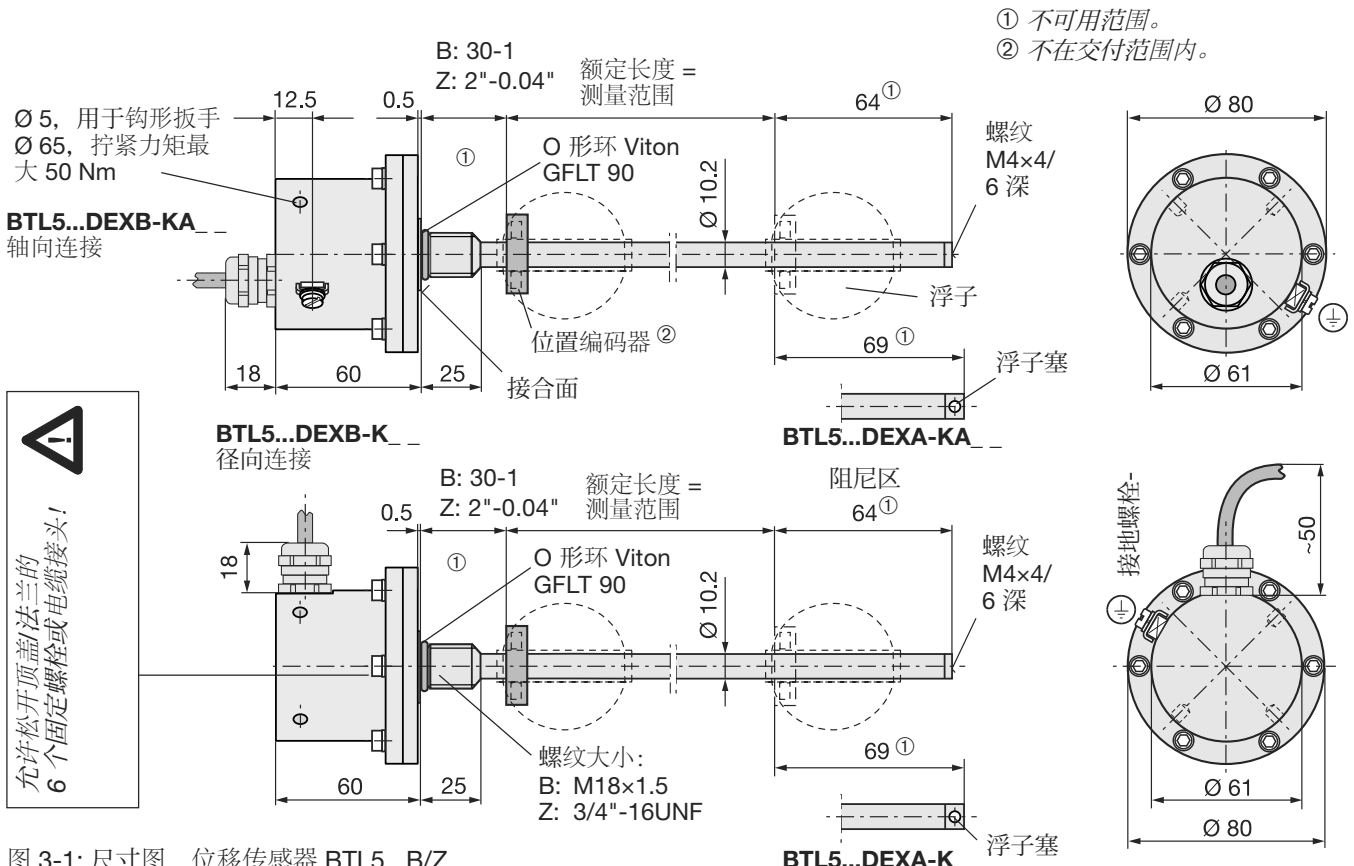
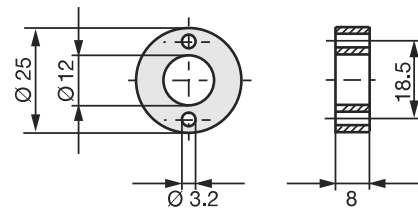

图 3-1: 尺寸图, 位移传感器 BTL5...B/Z...
图 3-5: 位置编码器 (可选)
- 图 3-1 安装位置编码器的尺寸:
- 图 3-5 安装浮子的尺寸:
在图 3-1 中注明了位置编码器和 BTL 外壳的接触面之间最小允许的距离。
每个位移传感器都需要一个必须单独订购的位置编码器, 图 3-5。该编码器沿着测量段直线移动, 图 3-1。